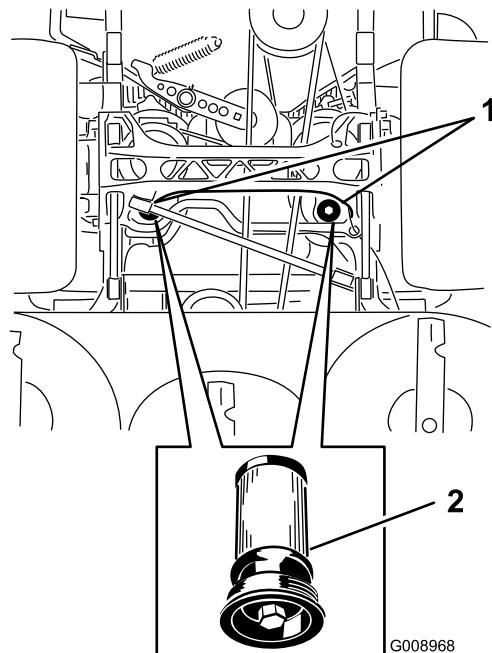

Figura 92
5. Coloque un recipiente debajo del filtro, retire el filtro usado y límpie la superficie (Figura 92).
6. Aplique una capa fina de aceite hidráulico a la junta de goma del filtro nuevo (Figura 92).